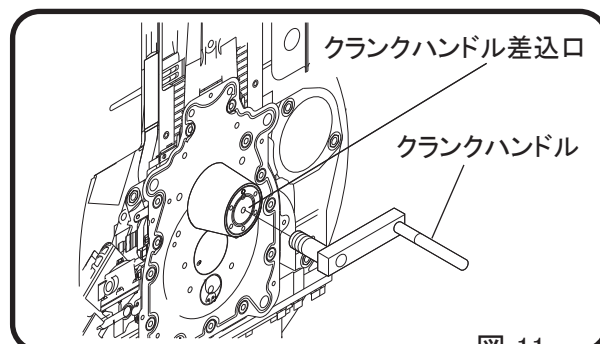

図 11
- 3 クランクハンドルをハンドル差込口に取り付けます。確実に奥まで差し込んでください。(図11)